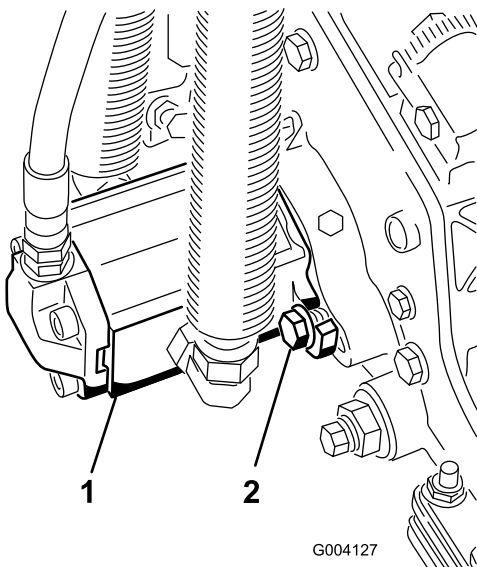

Figure 21
- Montez le moteur en le tournant dans le sens horaire jusqu'à ce que les brides passent les boulons (Figure 21).